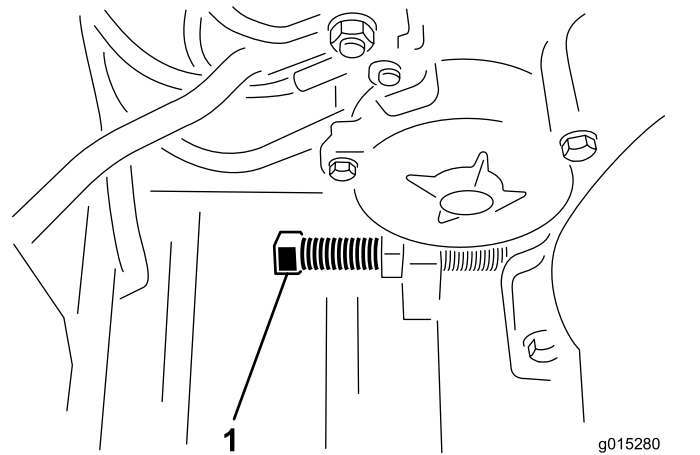

图22
2. 转动皮带调节螺栓，直至获得所需的皮带张紧力。轻微旋紧发动机固定螺栓。调节发动机，使其与机架平行。继续旋紧发动机固定螺栓（图22）。